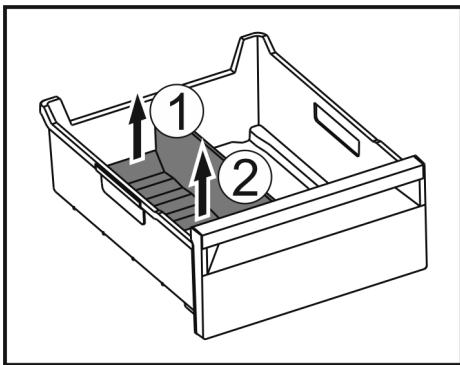

Fig. 237
- Hinteren Teil des Eisfach-Trenners anheben. Fig. 237 (1)
- Eisfach-Trenner nach oben entnehmen. Fig. 237 (2)